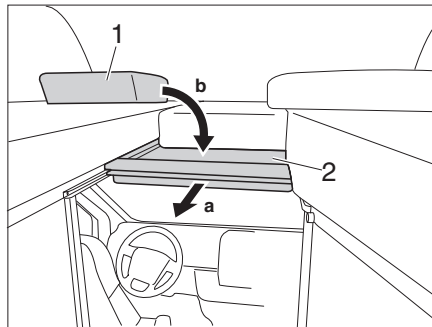

Bild 58 Fahrerhausabtrennung
- Bettunterbau (Bild 58,2) am Griff nach vorne ziehen.
- Polster (Bild 58,1) auf Bettunterbau legen.
- Polster (Bild 58,1) zur Seite legen
- Bettunterbau (Bild 58,2) nach hinten schieben.